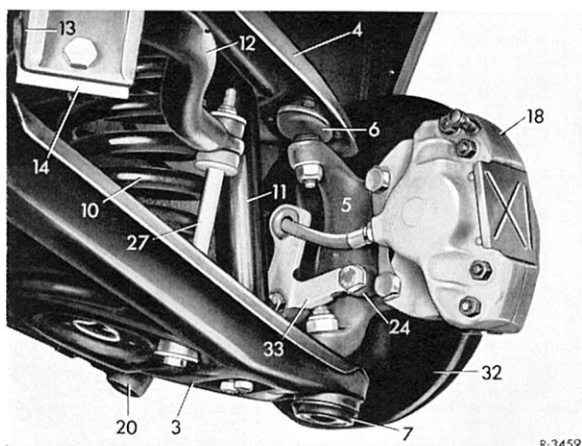

Bild 32-7/1
1 Verbindungsgestänge (27) links und rechts am unteren Querlenker lösen (Bild 32-7/1).